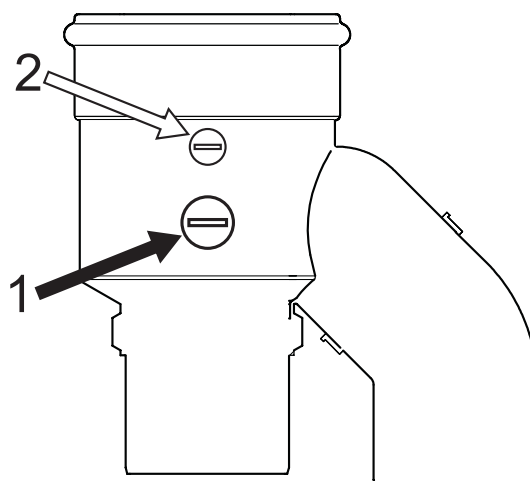

fig. 27 - Análisis de la combustión
Es posible efectuar el análisis de la combustión con los puntos de toma de aire (2) y humos (1) representados en fig. 27.